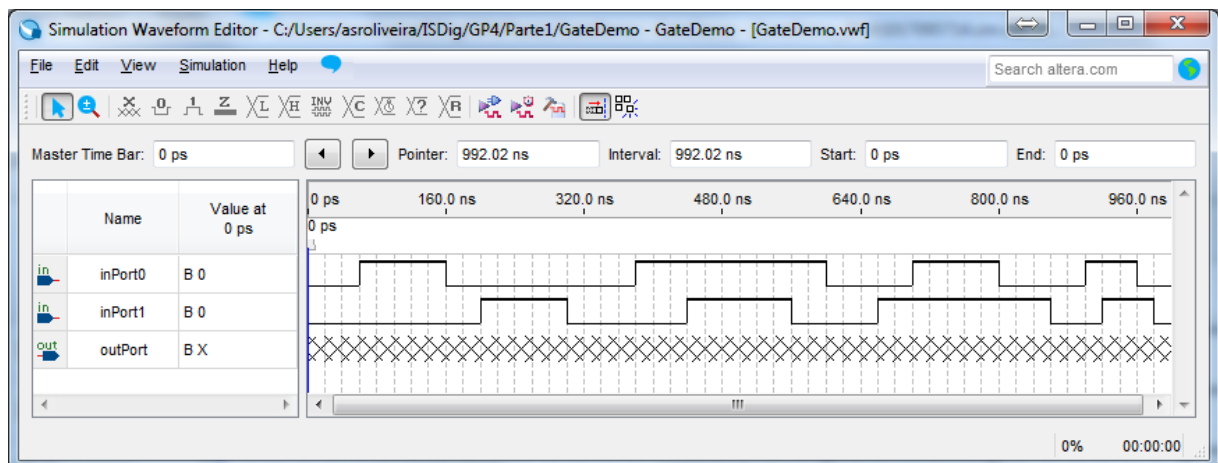

Figura 19 – Janela do simulador após a especificação das formas de onda dos sinais (vetores) de entrada.
12. Após premir “OK” poderá especificar os valores pretendidos para as entradas do circuito ao longo do tempo – o(s) valor(es) da(s) saída(s) será(ão) determinado(s) durante a simulação. Utilize para tal o rato, seleccionando os troços do diagrama temporal do sinal pretendido com o valor lógico que deseja que ele assuma (Figura 19).